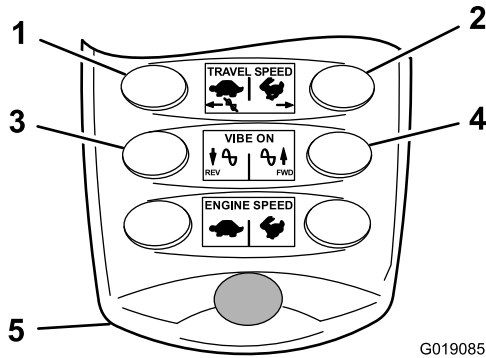

Figure 44
- Lancez la fonction de vibration en marche avant en appuyant brièvement sur le bouton de vibration avant (Figure 44).
- Lancez la fonction de vibration en marche arrière en appuyant brièvement sur le bouton de vibration arrière (Figure 44).